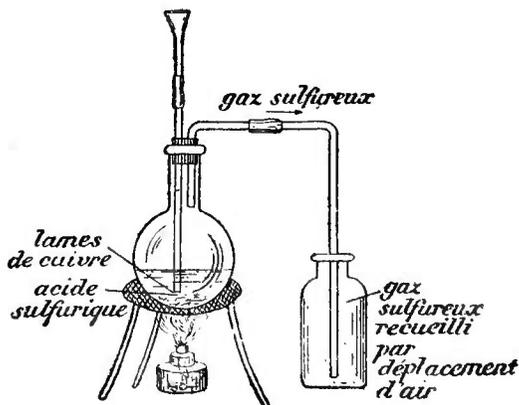

FIG. 72. — PRÉPARATION DE L'ANHYDRIDE SULFUREUX.
88. Préparation. — *Le moyen le plus simple d'obtenir l'anhydride sulfureux, est de brûler du soufre à l'air* (fig. 72).
On introduit dans un ballon de l'acide sulfurique concentré et du cuivre en lames et on chauffe doucement (fig. 72).